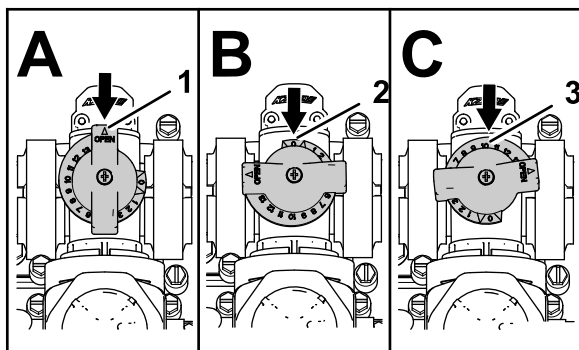

Рисунок 30
- Перепускной клапан перемешивания находится в полностью открытом положении, как показано на Рисунок 30А.
- Перепускной клапан перемешивания находится в закрытом (0) положении, как показано на Рисунок 30В.
- Перепускной клапан перемешивания находится в промежуточном положении (отрегулированном в соответствии с показаниями манометра системы опрыскивателя), как показано на Рисунок 30С.